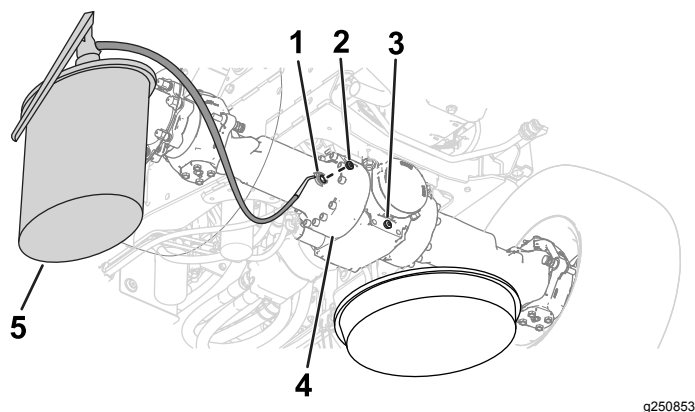
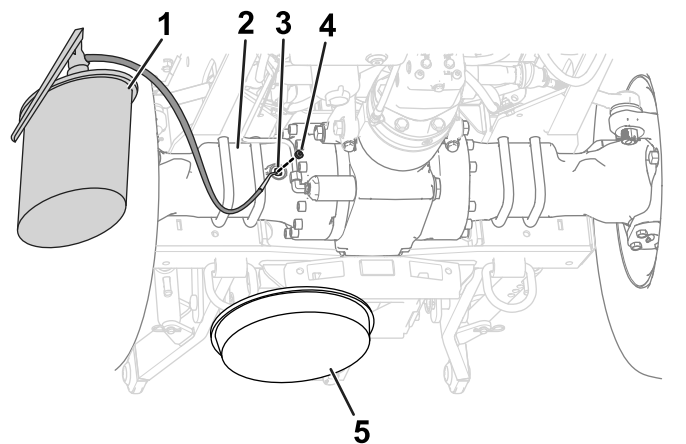

Figure 99
Figure 100
5. Insérez les bouchons de vidange dans les orifices de vidange des carters de différentiels (Figure 99 et Figure 100).
6. Versez l'huile spécifiée dans les ponts par le regard, jusqu'à ce que le niveau atteigne les filets au bas de l'orifice (Figure 99 et Figure 100).
8. Insérez les bouchons de remplissage dans les regards des carters de différentiels des ponts (Figure 99 et Figure 100).